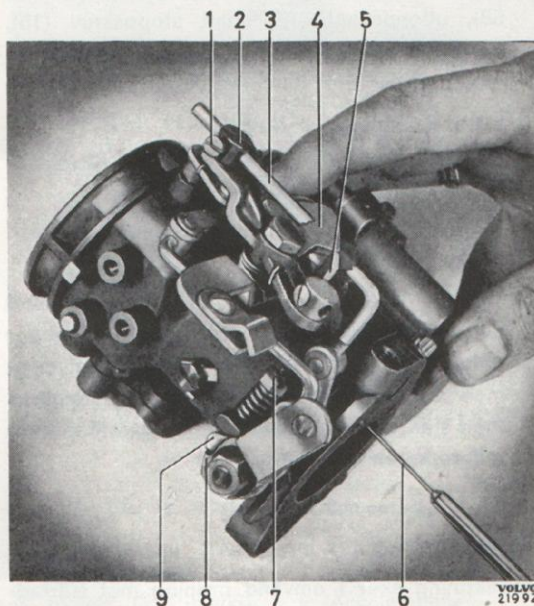

Bild 72. Inställning av snabbtomgång.
1. Placera ett 1,3 mm trådmått mellan gasspjället och förgasarhalsens vägg vid volymkruvssidan, bild 72. Se till att trådmåttet ej ligger an mot luftkona.
2. Lossa skruven (1) för fästet (2).
3. Stäng luftspjället helt och för över den kamformade hävarmen (4) ytterligare, så att den ligger an mot stoppklacken (5).
4. Med hävarmen mot stoppet och trådmåttet vid gasspjället enl. punkt 1 ställs länkstäng (3) så att anslaget (9) på nedre hävarmen nått och
1. Skruva ut stoppskruven för tomgången (7, bild 72). Tag bort fjädern, skruva in skruven så mycket att gasspjället nått och jämnt börjar öppna (ett papper mellan skruven och klacken börjar fastna). Skruva därefter in skruven $2\frac{2}{3}$ varv vilket motsvarar den öppning som uppstår, då trådmåttet enligt punkt 1 i föregående stycke placeras vid spjället.
2. Drag ut chokereglaget på instrumentbrädan helt och kontrollera att den kamformade hävarmen (4) går mot stoppklacken (5). Vid rätt inställning skall hävarmens (9) klack då nått och jämnt beröra klacken på gasspjällets hävarm (8). Justera om så behövs med skruven (1) för länkstäng (3).
2. Ställ tomgångsvarvtalet till mellan 400–600 varv/min. med justerskruven (7, bild 72) för tomgångsvarvtalet.
4. Reglera varvtalet med skruven (7, bild 72) om så behövs.